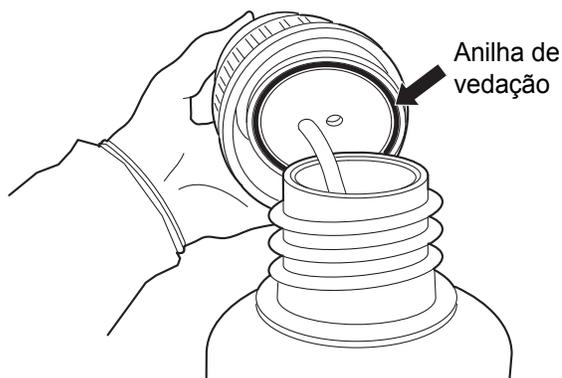

Figura 8-10 Inspeção da anilha de vedação da garrafa de resíduos
4. Antes de voltar a colocar a tampa de resíduos, verifique se a anilha no seu interior possui detritos. Consulte a Figura 8-10.